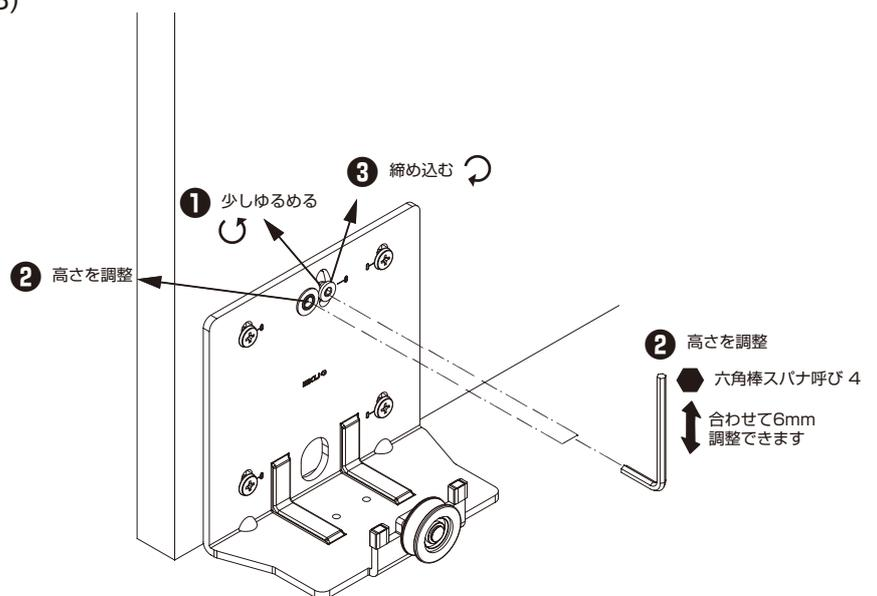

図 2-5-3
(4)調整は、ローラー(①および②)にあるねじを①～③の手順で回して行ってください。(図 2-5-3)